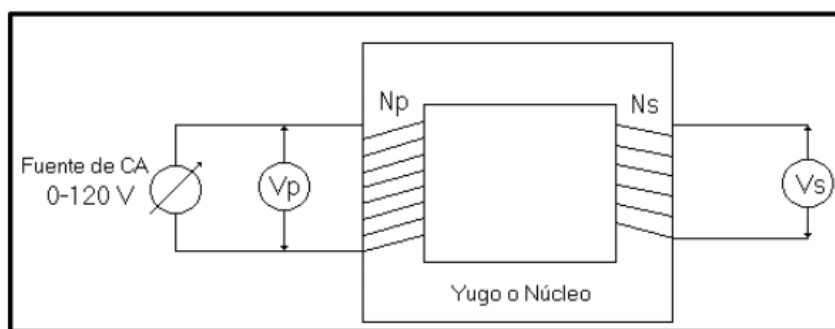

Figura 6. Circuito del transformador
- Realizar el montaje como se observa en la **figura 6**.